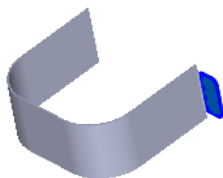
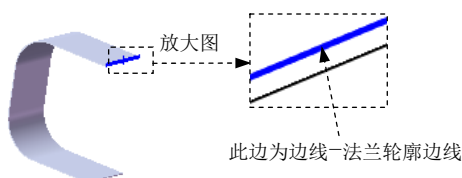
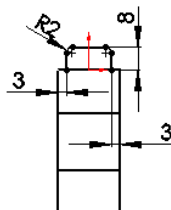

图 7.7.24 边线-法兰 1
图 7.7.25 选取边线-法兰轮廓边线
图 7.7.26 编辑法兰轮廓
Step3. 创建图 7.7.24 所示的钣金特征——边线-法兰 1。选择下拉菜单**插入(I) → 钣金(B) → 边线法兰(E)...**命令;选取图 7.7.25 所示的边线为边线-法兰轮廓边线;在**角度(G)**区域的**角度**文本框中输入角度值 90.0;在“边线-法兰”对话框的**法兰长度(L)**区域的下拉列表中选择**给定深度**选项;在**法兰位置(N)**区域中单击“材料在外”按钮;单击“法兰参数”区域的**编辑法兰轮廓(E)**按钮,编辑图 7.7.26 所示的法兰轮廓;单击**完成**按钮,完成边线-法兰 1 的创建。